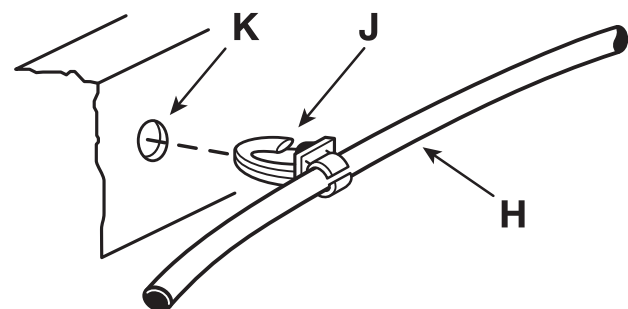

FIGURE 4: Tighten Plastic Nut by Hand
- 9) (FIG. 4) Cut off end of air line (H) square with a razor blade and position the plastic nut (L) and O-ring (M) on air line. Insert air line (H) into fitting (N). Be sure that it is seated properly. Slide O-ring (M) and plastic nut (L) onto fitting and tighten nut finger-tight only – enough to hold the air line from pulling out.
IMPORTANT: Tighten plastic nut by hand – finger-tight only. Never use a wrench or pliers. Over-tightening causes the O-ring to close the air line (FIG. 4).
- 9) (FIG. 4) Corte el extremo del tubo de aire (H) y emparéjelo con una navaja. Coloque la tuerca de plástico (L) y la junta tórica (M) en el tubo de aire. Introduzca el tubo de aire (H) en el conector (N). Asegúrese de que quede bien fijo. Deslice la junta tórica (M) y la tuerca de plástico (L) en el conector y apriete la tuerca ligeramente para evitar que el tubo de aire se desprenda.
IMPORTANTE: Solo apriete la tuerca de plástico manualmente. Nunca use una llave ingle sa ni alicates. Apretar excesivamente la junta tórica hará que se cierre el tubo de aire (FIG. 4).
- 9) (FIG. 4) Coupez, à angle droit, l’extrémité de la conduite d’air (H) avec une lame de rasoir et fixez l’écrou de plastique (L) et le joint torique (M) sur la conduite d’air. Insérez la conduite d’air (H) dans le raccord (N). Assurez-vous qu’elle est bien fixée. Glissez le joint torique (M) et l’écrou de plastique (L) sur le raccord et serrez l’écrou de plastique (L) sur le raccord et serrez l’écrou légèrement – suffisamment pour empêcher la conduite de s’extraire.
IMPORTANT : Serrez l’écrou de plastique avec les doigts de la main seulement. N’utilisez jamais une clé ou des pinces. Si l’écrou est trop serré, le joint torique ferme la conduite d’air (FIG. 4).